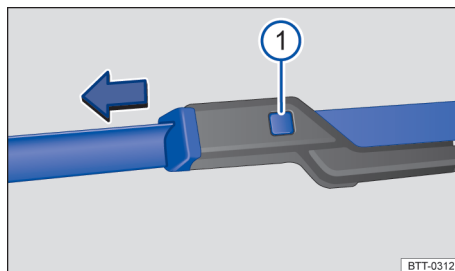

Fig. 167 Sustituir las escobillas limpiaparabrisas.
- Mantener la tecla de desbloqueo → fig. 167 ① presionada y, al mismo tiempo, retirar la escobilla del limpiaparabrisas en el sentido de la flecha.